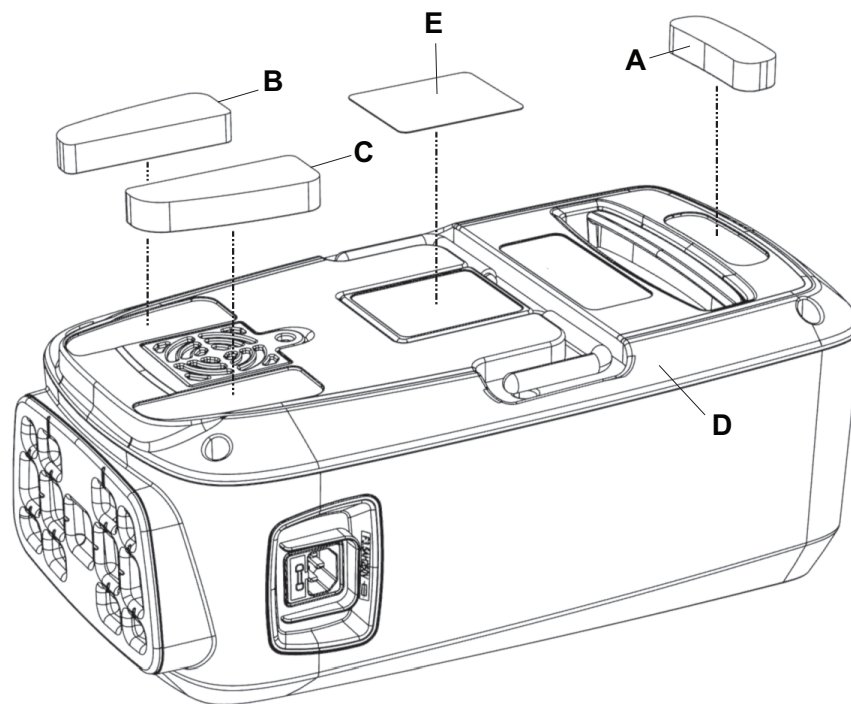

Figure 16 – Pare-chocs
3. À l'aide d'un petit tournevis à fente, frotter sous chaque pare-chocs pour le retirer. Commencer par le coin de chaque pare-chocs pour retirer le pare-chocs supérieur (A), le pare-chocs inférieur gauche (B) et le pare-chocs inférieur droit (C) du capot arrière (D) (Figure 16). Jeter le pare-chocs.